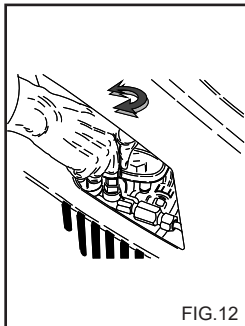

FIG. 12
Dieses Kapitel bezieht sich nur auf die Modelle, die über einen "Druckregulierer" verfügen. Mit dieser Vorrichtung (Fig.12) kann man den Betriebsdruck regulieren. Wenn man den Drehschalter C entgegen dem Uhrzeigersinn dreht (B) (Minimum) wird der Betriebsdruck verringert. Man muß in diesem Fall die als Zubehör gelieferte Dampfdüse benutzen.